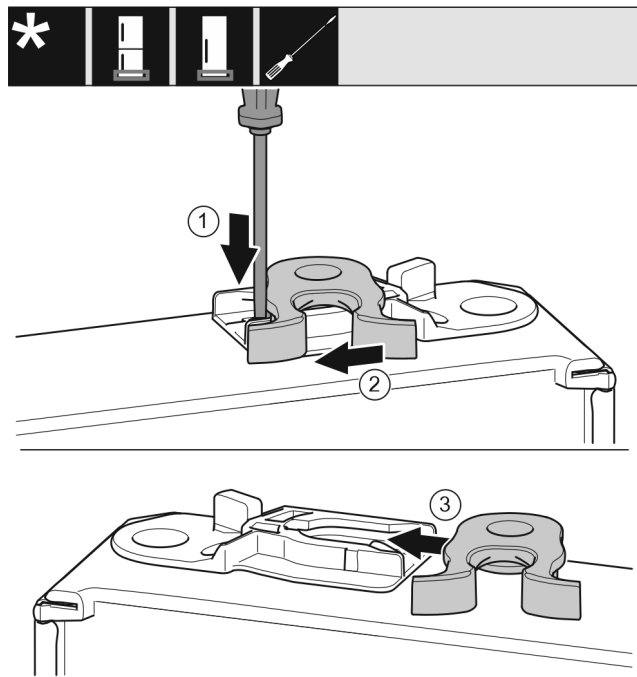

Fig. 18
- ▶ Spingere verso il basso la linguetta Fig. 18 (1) con il cacciavite a intaglio.
- ▶ Estrarre il gancio di chiusura Fig. 18 (2) dalla guida.
- ▶ Spostare il gancio di chiusura Fig. 18 (3) sull'altro lato nella guida.